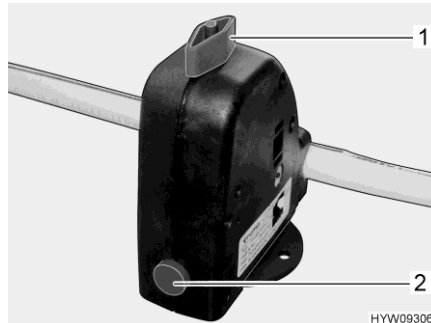

Fig. 82 Valve de sécurité et de vidange (chauffe-eau)
Le chauffe-eau est équipé d'une valve de sécurité et de vidange (Fig. 82). La valve de sécurité et de vidange empêche que l'eau ne gèle dans le chauffe-eau lorsque le chauffage n'est pas allumé en cas de gel.
- Fermer la valve de sécurité et de vidange. Tourner pour cela le bouton rotatif (Fig. 82,1) dans le sens transversal par rapport à la valve de sécurité et de vidange et enfoncer le bouton-poussoir (Fig. 82,2).
- Ouvrir la valve de sécurité et de vidange. Tourner le bouton rotatif (Fig. 82,1) dans le sens longitudinal par rapport à la valve de sécurité et de vidange. Le bouton-poussoir (Fig. 82,2) ressort. Le chauffe-eau est vidé à l'extérieur par le biais de la valve de sécurité et de vidange.